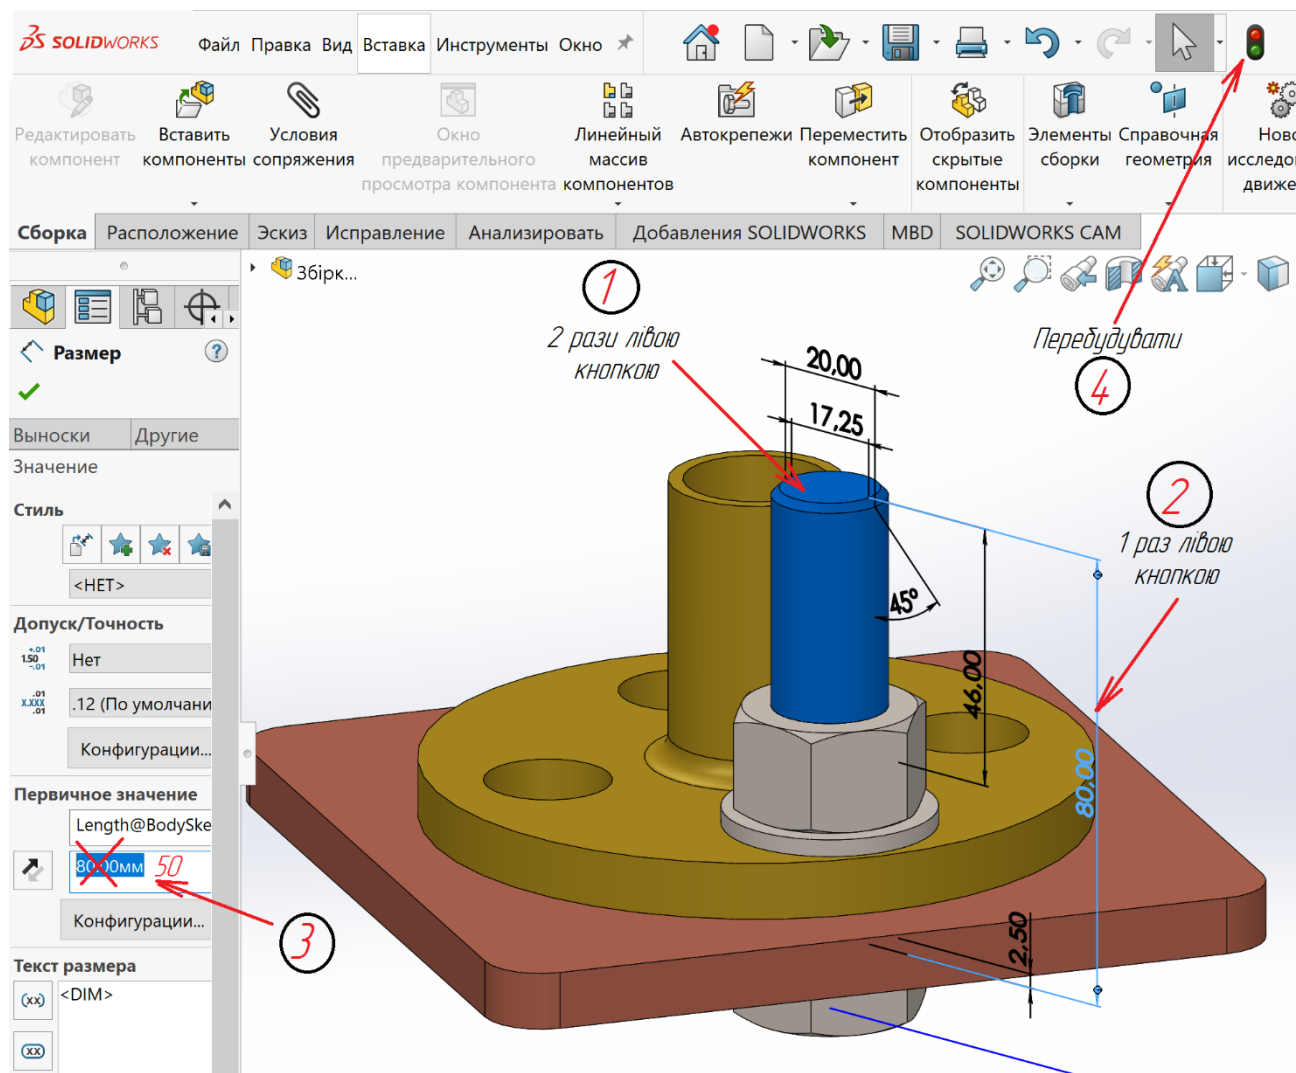

Рисунок 5.27 – Послідовність дій для зміни довжини болта
- 1) треба клікнути два рази лівою кнопкою миші по стержню болта зверху. На екран буде виведено всі розміри болта (рис. 5.27);
2) клікнути один раз по розмірній лінії висоти болта, на екрані з'явиться повідомлення, що ви збираєтесь ввести зміни в документ. Треба погодитись ОК (рис. 5.27);
3) активується панель властивостей де можна змінити довжину болта. Після введення зміненого значення довжини натиснути Enter (рис. 5.27);
4) для того, щоб зміни відбулись, на Стандартній панелі інструментів треба натиснути команду **Перевбудувати**  або **Ctrl+B** (рис. 5.27).